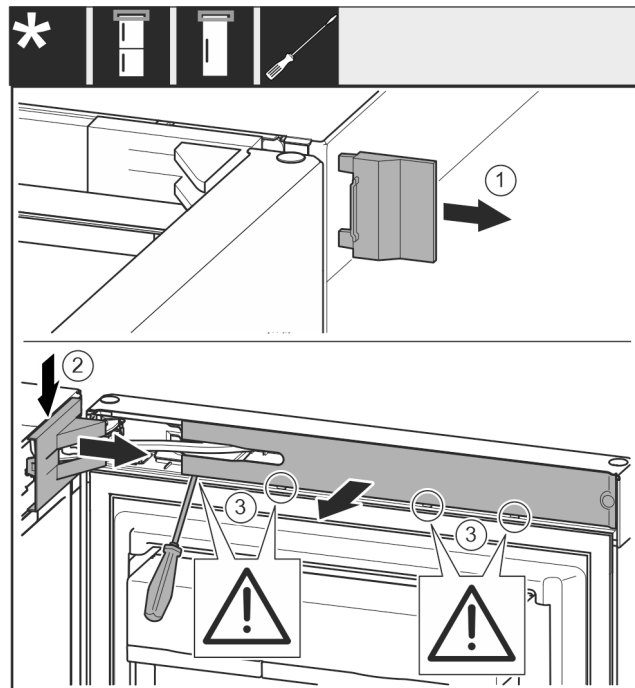

Fig. 8
- ▶ Hiqni kapakun mbulues të jashtëm. Fig. 8 (1)
- ▶ Nxirri nga foleja kapakun mbulues të bazamentit mbështetës dhe lirojeni. Hiqni kapakun mbulues të bazamentit mbështetës. Fig. 8 (2)
- ▶ Nxirri nga foleja shiritin mbulues me një kaçavidë dhe shtyjeni anash. Fig. 8 (3)